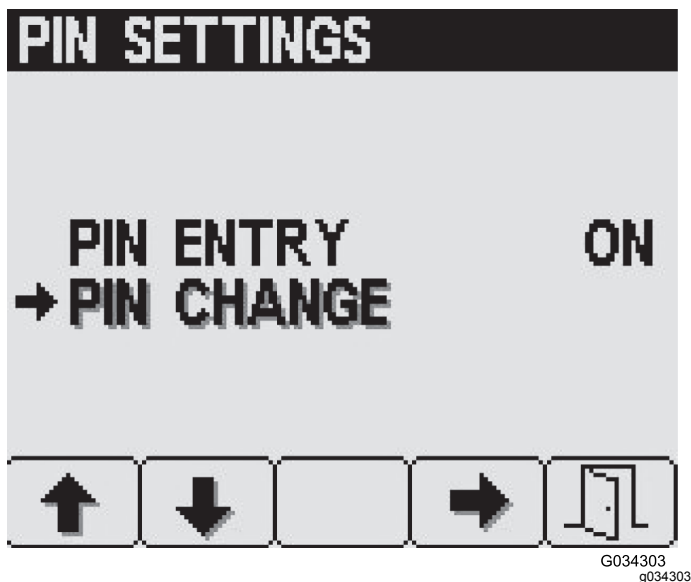

Figura 27
3. Dalla schermata Impostazioni PIN, premete il pulsante 2 fino a raggiungere Modifica PIN, poi premete il pulsante 4 per selezionare Modifica PIN (Figura 27).